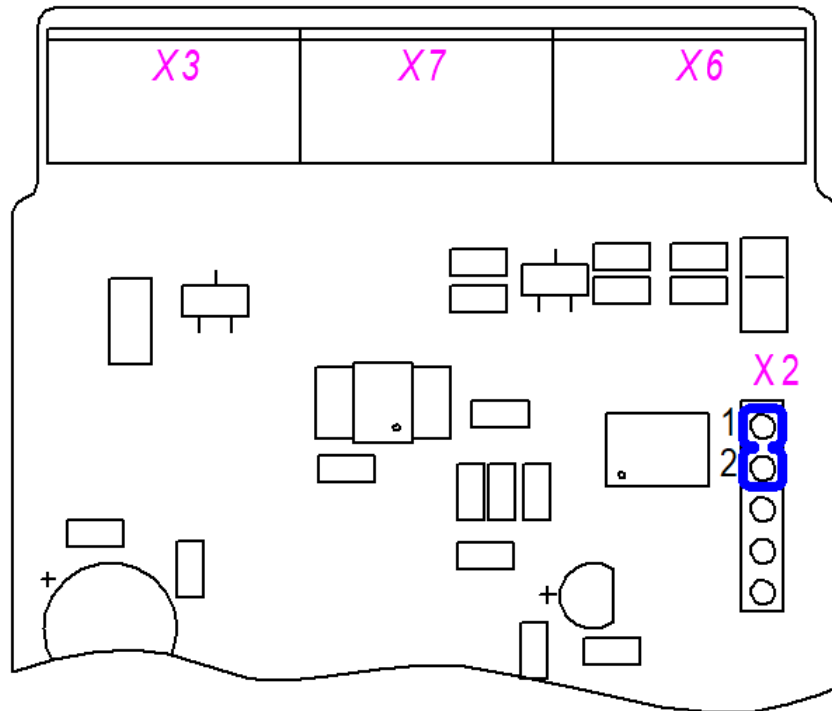

Рисунок 4 – Установка перемычки на разъеме X2
- получив доступ к плате Устройства, необходимо замкнуть контакты 1 и 2 сверху разъема X2 (рис. 4) с помощью джампера (входит в комплект поставки, расположен на контакте 1 разъема X2);